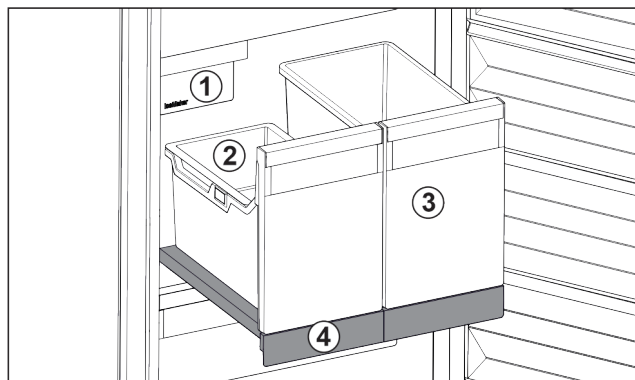

Fig. 32 Vysouvací přihrádka s IceTower
- (1) IceMaker
- (2) Závěsná miska pro kostky ledu
- (3) Nádoba např. pro pizzu, alkoholické nápoje
- (4) Vysouvací přihrádka
Na vysouvací přihrádce jsou dvě vysoké nádoby (IceTower). V nádobě Fig. 32 (2) se shromažďují a skladují kostky ledu z IceMaker. Nádoba Fig. 32 (3) se hodí pro skladování vysokých potravin jako pizzy nebo alkoholické nápoje.